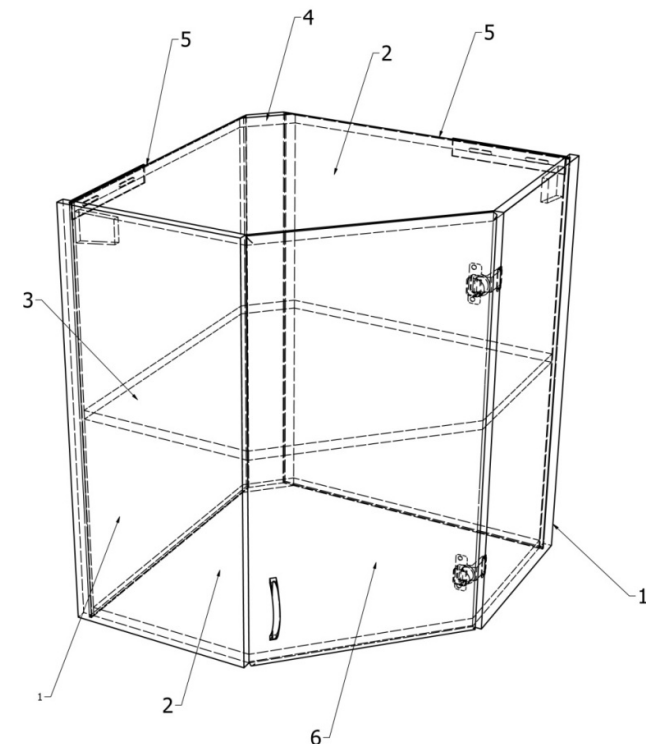

Рис.1
1. Предварительно перед сборкой на боковых стенках шкафа (1) установите навесы (11) в соответствии с присадочными отверстиями, прикрутите шурупами-саморезами 4x16 (8).
Последовательно соберите каркас шкафа из деталей (1,2), скручивая шурупами-конфирматами (7). Планку задней стенки (4) установите так, как показано на рис.1, прикрутите шурупами-конфирматами (7).
2. Установите задние стенки шкафа (5): одна из сторон будет устанавливаться
3. в паз боковой стенки (1), вторая будет накладываться на торец планки задней стенки (4) по длинной стороне. Верхний и нижний край задней стенки должен располагаться с отступом 2 мм от верхней плиты и дна шкафа (2). Установив заднюю стенку в заданном положении, приколтите гвоздями к торцам верха и дна шкафа (2) и торцу планки задней стенки (4), используя гвозди (10).
6. К фасаду (6) прикрутите мебельную ручку (14) в соответствии с присадочными отверстиями.
7. На выбранном уровне стенок шкафа (1) установите полкодержатели (9), разместите на них полку из ЛДСП/стекла (3). В стенках шкафа предусмотрено несколько уровней присадочных отверстий для полкодержателей, что позволяет менять высоту секций шкафа.